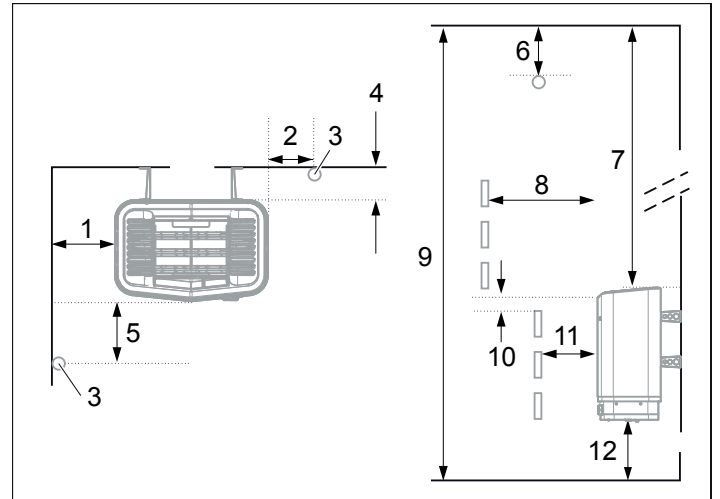
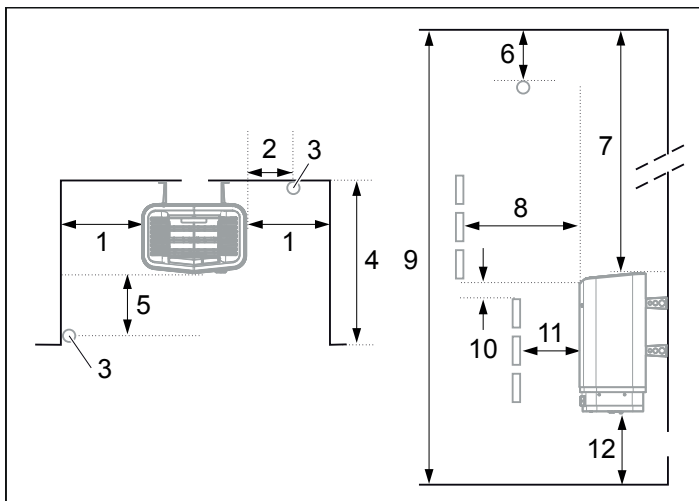

Figure 4: Positionnement du poêle - installation normale
Figure 6 : Positionnement du poêle - installation en niche
- Déterminez le positionnement de la sonde (voir figure 4 et figure 6)
- sur le même mur que la porte (ou la cloison latérale s'il est très près du passage de porte). Le poêle peut également être placé dans une niche (voir figure 6).
- Positionnez le poêle à bonne distance du sol, des murs latéraux et des aménagements intérieurs (voir figure 4).
Positionnez la sonde conformément à l'illustration (voir figure 4).
1. Positionnez le poêle à bonne distance du sol, des murs latéraux et des aménagements intérieurs (voir figure 6).
2. Positionnez la sonde conformément à l'illustration (voir figure 6).